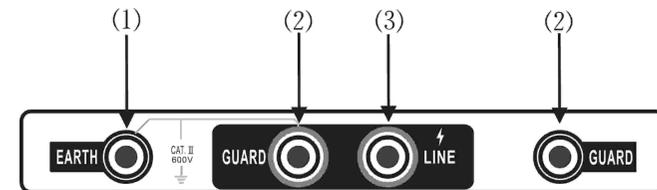

图 3: 测试端接线图
- 3、将带高压测试线红色插头端插入(3)LINE端, 绿色插头端插入(2)GUARD端, 另一端探针或夹子接于被试设备的高压导体上。将测试线副线(绿色)插入(2)GUARD端(右手边), 另一端接于被试设备的高压护环上, 以消除表面泄漏电流的影响(详见“屏蔽端的使用方法”相关内容。将另外一根黑色副线测试线插入地端(EARTH)(1)端, 另一头接于被试设备的外壳或地上, 如图3所示。